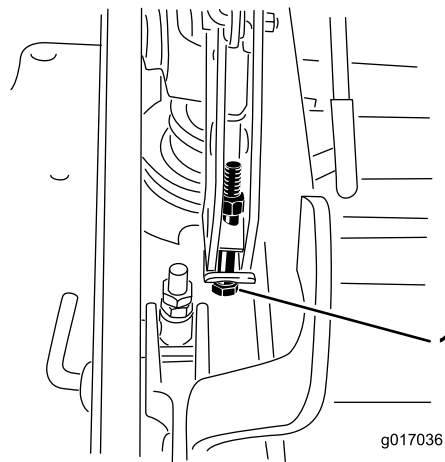

Figure 93
12. Si le tablier est trop bas, serrez le boulon de réglage monpoint dans le sens horaire. Si le tablier est trop haut, desserrez le boulon de réglage monpoint dans le sens antihoraire (Figure 93).